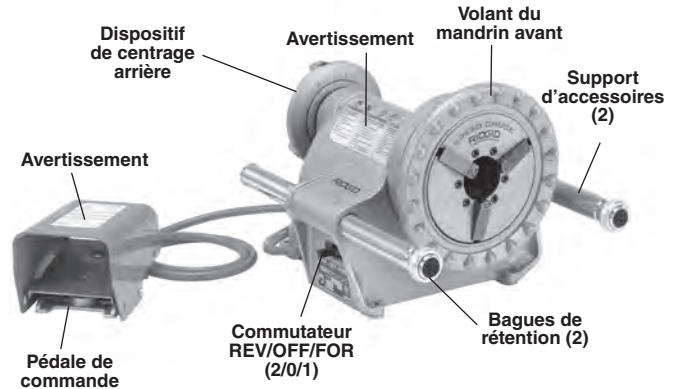

Figure 1 – Système d'entraînement 300 Power Drive
- La présence et lisibilité des avertissements apposés sur l'appareil (*Figures 1, 2 et 7*).